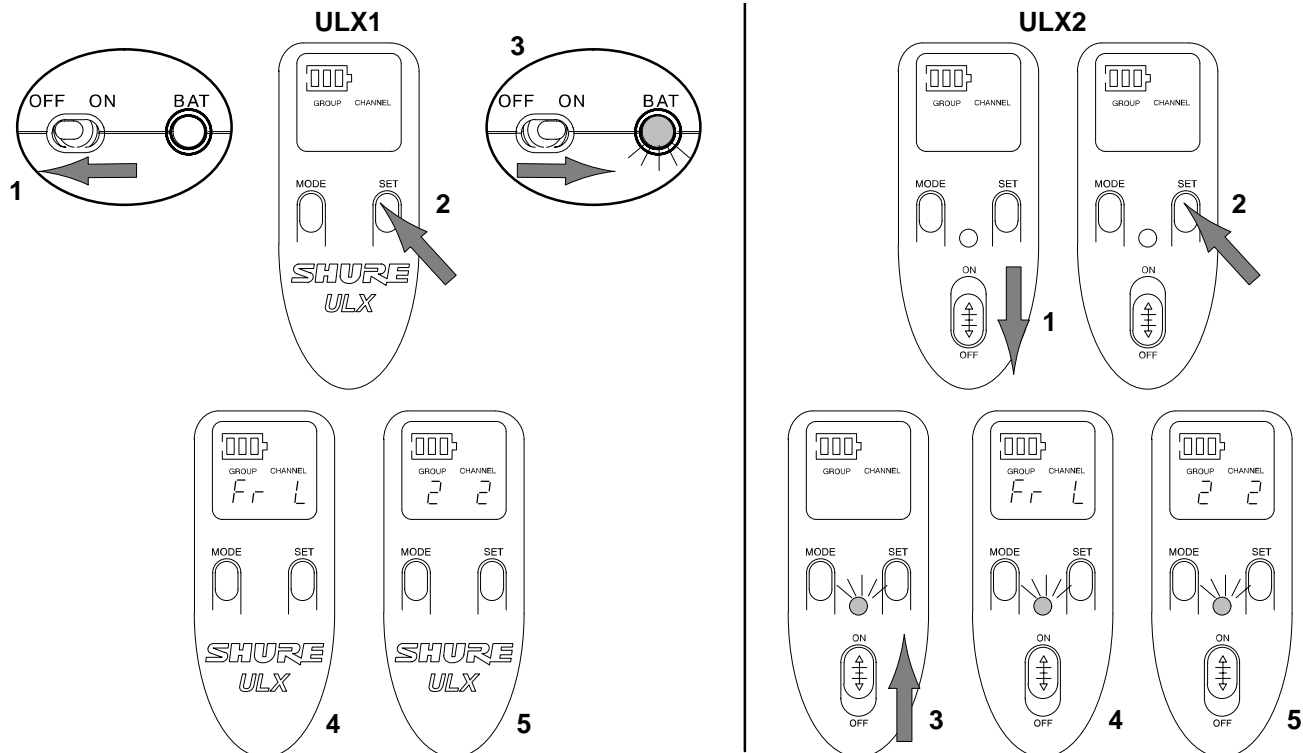

FIGURE 33
3. Ramener l'interrupteur d'alimentation en position «ON». «Fr L» apparaît sur l'affichage du transmetteur, indiquant que le réglage de la fréquence est verrouillé. Le groupe de fréquence verrouillé et le canal s'affichent alors. Voir figure 33.